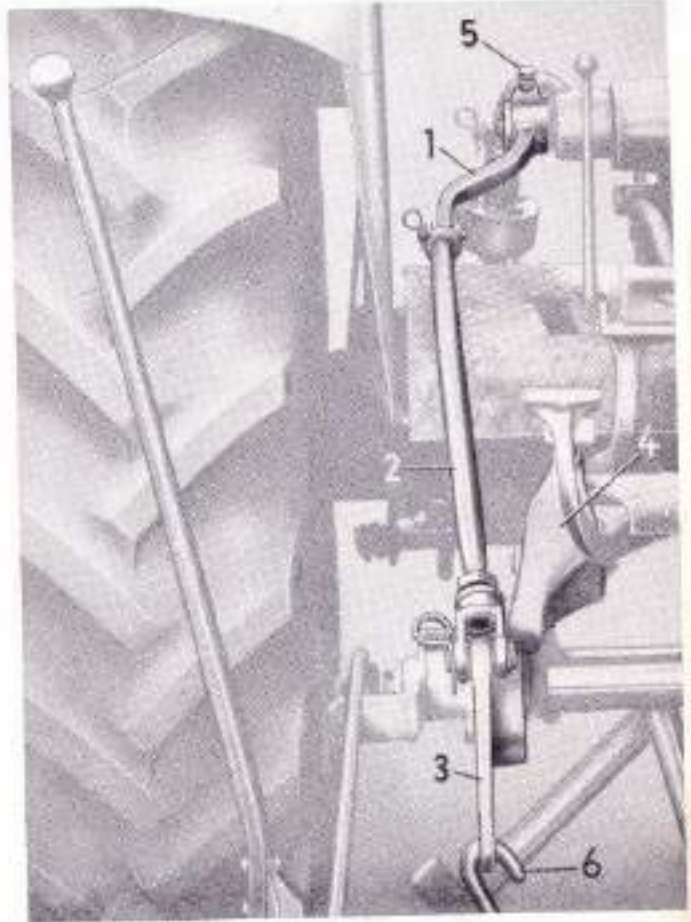

Bild 31
4. Hubhebel 1 (Bild 31) auf rechten Zapfen der Hubwelle aufsetzen und durch Scheibe, Federring und Sechskantschraube sichern.
13. Ausklinkhebel 4 (Bild 31) muß bei Transportstellung des Mähbalkens einrasten. Erfolgt dieses nicht oder zieht Hydraulik in oberster Stellung das Mähwerk zu stark an, so ist ein Nachstellen am Hubhebel 1 mit Schraube und Mutter 5 bzw. an den Gabelköpfen der Zugstange 2 erforderlich.